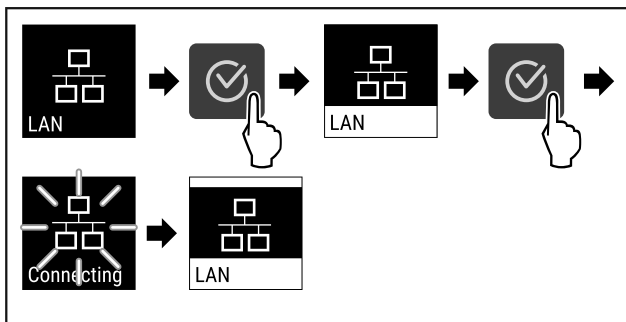

Fig. 81
- ▶ Kryeni hapat e veprimit (shihni Fig. 81).